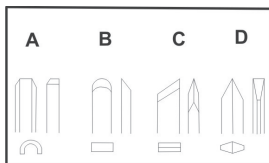

рис. 8
9.3 Виды резцов (в комплект поставки не входит)(рис. 8).